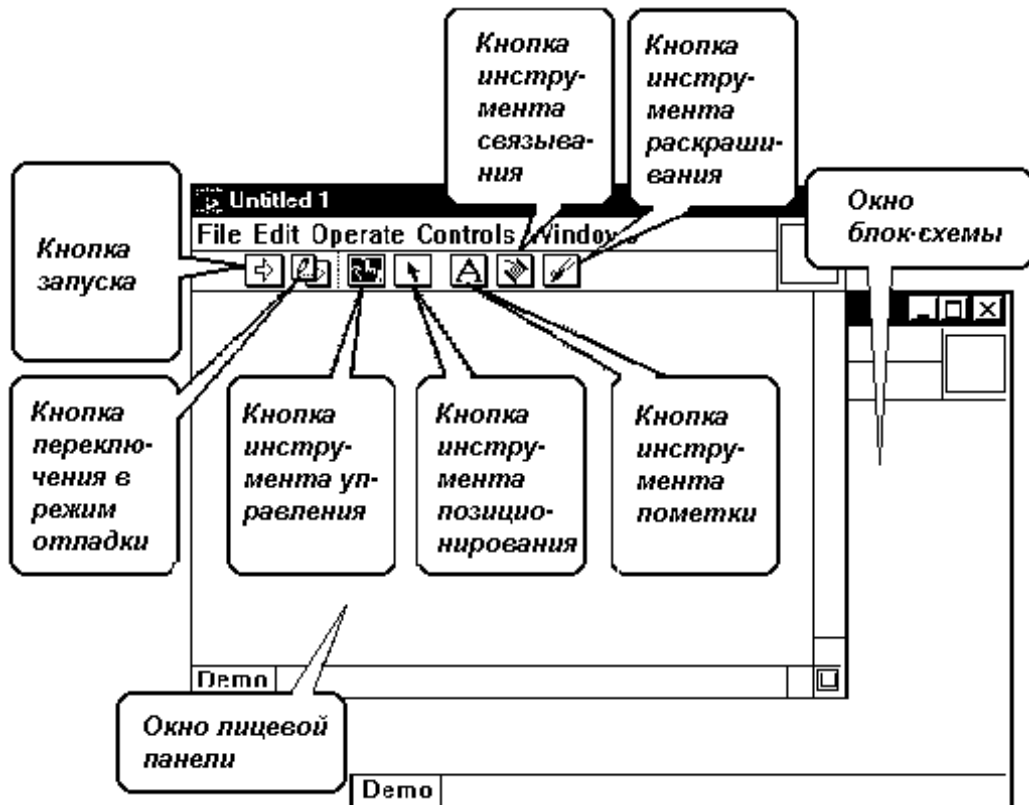

Рисунок 2.1. Вид окон после запуска LabVIEW
Шаг 2. Установите курсор примерно в центре лицевой панели (см. рисунок 2.1). Щелкните правой кнопкой мыши и удерживайте ее до тех пор, пока не появится всплывающее меню «Controls» («Средства управления»). Вызов всплывающего меню правой кнопкой мыши – наиболее предпочтительный метод создания и изменения объектов LabVIEW.
- щелчком по пиктограмме инструмента пометки (см. рисунок 2.1) выберите инструмент пометки («буковку»);